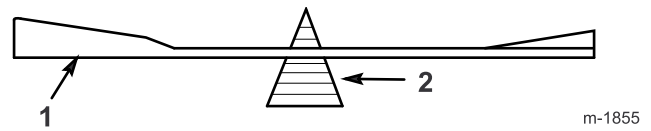

Bild 40
2. Überprüfen Sie die Auswuchtung jedes Messers auf einer Ausgleichsmaschine (Bild 40). Wenn das Schnittmesser in seiner horizontalen Position bleibt, ist es ausgewuchtet und kann wiederverwendet werden. Feilen Sie, wenn das Schnittmesser nicht ausgewuchtet ist, an der Rückseite des Messers etwas Metall ab. Wiederholen Sie diesen Vorgang, bis das Messer ausgewuchtet ist.